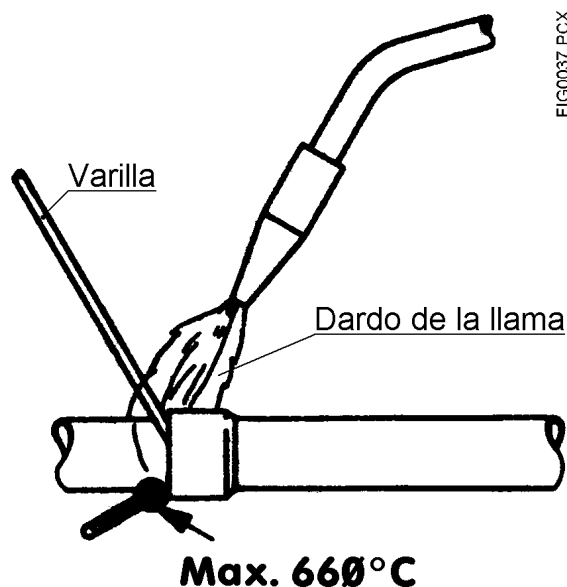

Figura D-2. Soldadura de tuberías
D.3.4.2 Soldadura de uniones en las tuberías (Figura D-2)